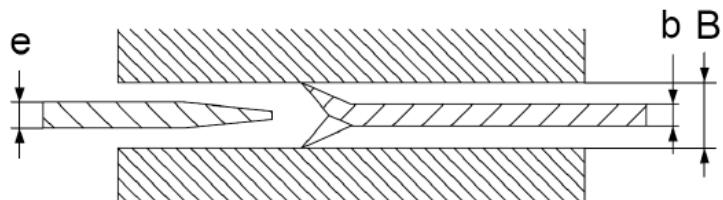

Рисунок 25
1. Толщина расклинивающего ножа должна быть меньше ширины пропила и на 0,2 мм больше пластины пильного диска. Как показано на рис. 25.